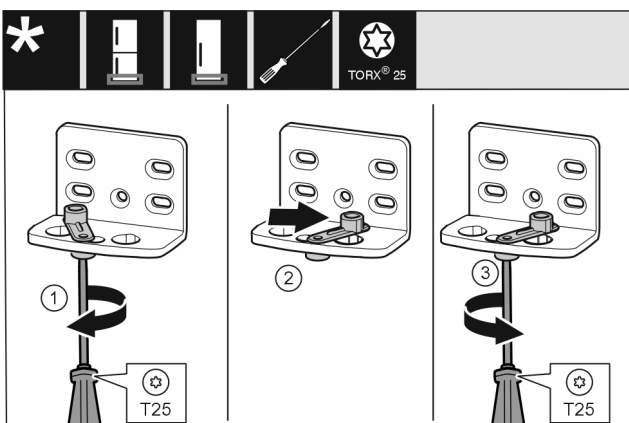

Fig. 14
- ▶ Ослабте гвинт Fig. 14 (1) за допомогою викрутки.
- ▶ Підніміть допоміжний засіб для закривання дверцят Fig. 14 (2) і поверніть його в отворі на 90° праворуч.
- ▶ За допомогою викрутки закрутіть гвинт Fig. 14 (3).